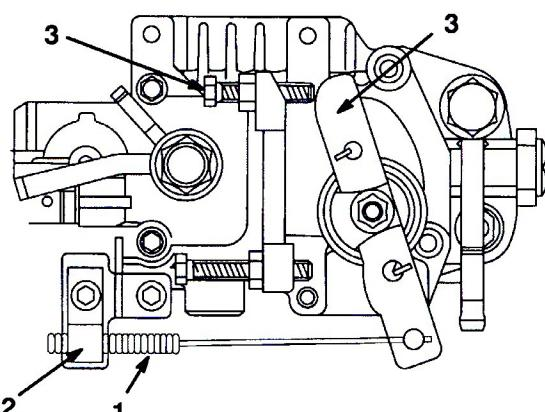

図49
- リモート・スロットル・コントロール・レバーを SLOW 位置にする(図49)。
- チョーク・ケーブルをエンジンに止めているクランプをゆるめる(図49)。
- 速度コントロール・レバーがアイドル・スピード・ネジに接触するまでケーブルを動かす(図49)。
- アイドル・スピード・ネジのロックナットをゆるめる(図49)。